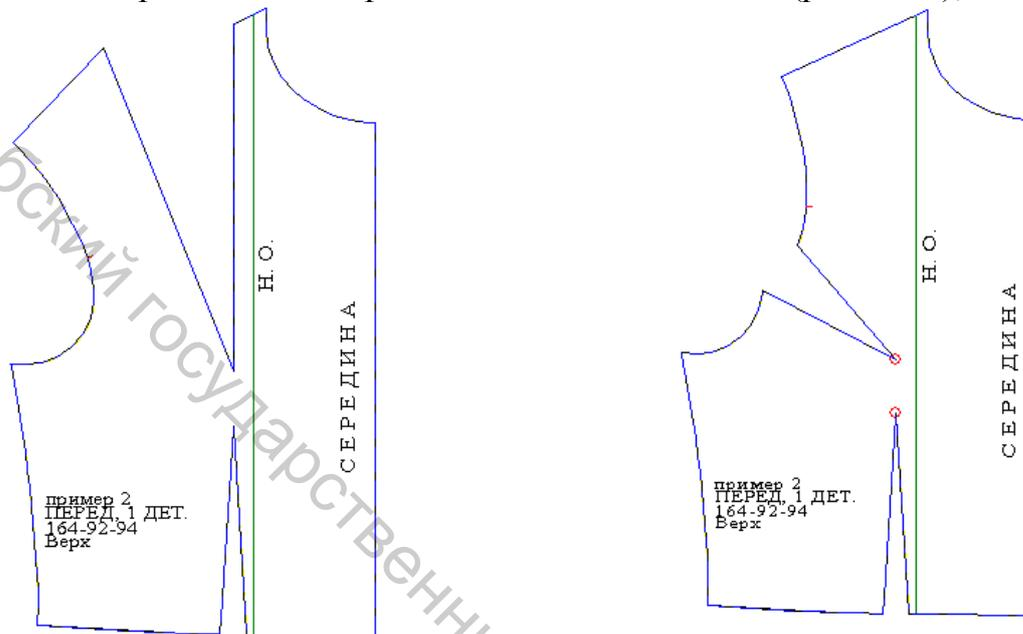

Рисунок 3.16 – Модельный перевод вытачки
– **модельный перевод вытачки** – нагрудная вытачка автоматически переводится в любой участок контура (среза детали). При этом вытачка укорачивается, и ее стороны оформляются плавными линиями. Такой перевод вытачки целесообразно применять в тех случаях, когда вытачку планируется просто стачать и не производить через нее никаких членений (рис. 3.16);